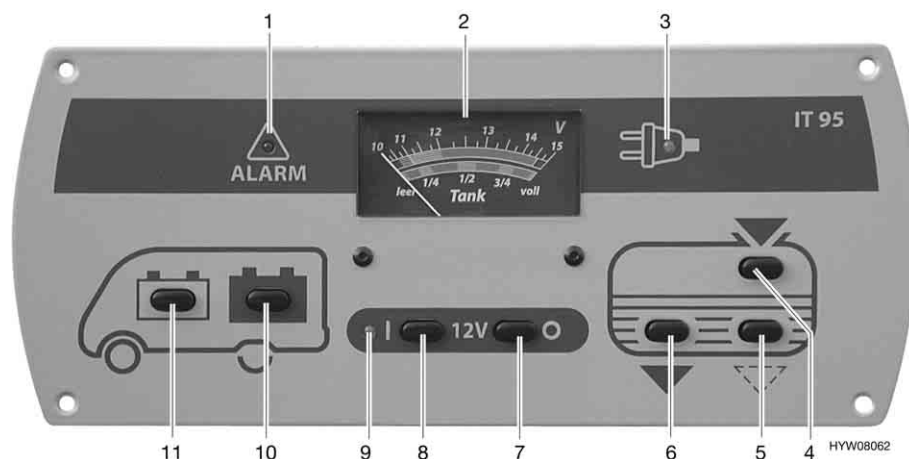

Fig. 38 Pannello di controllo (IT 95)
L'interruttore principale a 12 V (Fig. 38,7 e 8) inserisce o disinserisce il pannello di controllo e l'alimentazione a 12 V dell'abitacolo.
Accensione: ■ Premere l'interruttore (Fig. 38,8) "I": L'alimentazione a 12 V dell'abitacolo è inserita. La spia di controllo (Fig. 38,9) diventa verde.
Spegnimento: ■ Premere l'interruttore (Fig. 38,7) "O": L'alimentazione a 12 V dell'abitacolo è disinserita. La spia di controllo (Fig. 38,9) si spegne.
Per l'indicatore volt/serbatoio (Fig. 38,2) leggere la scala superiore. L'indicatore si illumina automaticamente appena viene premuto un interruttore.
- Premere l'interruttore (Fig. 38,11) "🔌": Viene indicata la tensione della batteria di avviamento.
- Premere l'interruttore (Fig. 38,10) "🔌": Viene indicata la tensione della batteria dell'abitacolo.
Per l'indicatore volt/serbatoio (Fig. 38,2) leggere la scala inferiore. L'indicatore si illumina automaticamente appena viene premuto un interruttore.
- Premere l'interruttore (Fig. 38,4) : Viene indicato il livello del serbatoio dell'acqua.
- Premere l'interruttore (Fig. 38,6) : Viene indicato il livello del serbatoio delle acque grigie.
La spia luminosa rossa "ALARM" (Fig. 38,1) inizia a lampeggiare non appena la tensione della batteria dell'abitacolo scende al di sotto di 11 V (misurazione durante il normale esercizio) con conseguente rischio che la batteria si scarichi troppo.
La spia di controllo a 12 V (Fig. 38,9) si accende non appena l'interruttore principale a 12 V (Fig. 38,8) viene inserito.
La spia gialla di controllo a 230 V (Fig. 38,3) si accende quando all'ingresso della centralina elettrica è presente una tensione di rete.